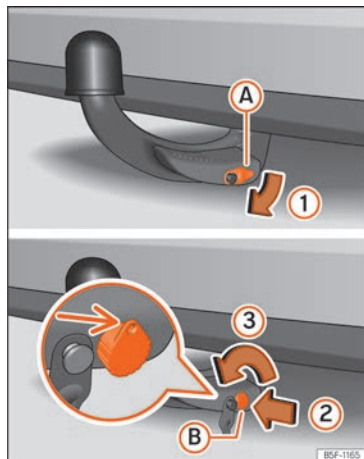

Fig. 182 Desmontar el gancho de remolque
- Extraiga la tapa (A) de la cerradura (1) »» fig. 182.
- Introduzca la llave (B) en la cerradura (2) »» fig. 182.
- Gire la llave hacia la izquierda (3) justo media vuelta, hasta que el agujero de la llave quede arriba »» fig. 182.